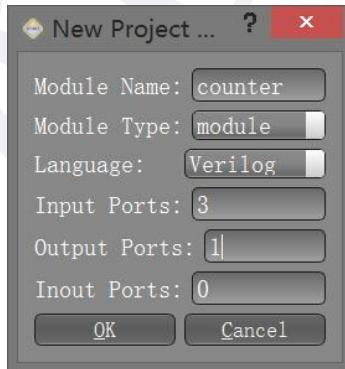

图 2-2-2 新建一个项目
(1) 新建一个模型。点击工具栏上的 图标，或者点击菜单“File”然后在下拉菜单中选择“New”，会有一个对话框弹出来（如图 2-2-2 所示）。在弹出的对话框中设置你所设计的模型。